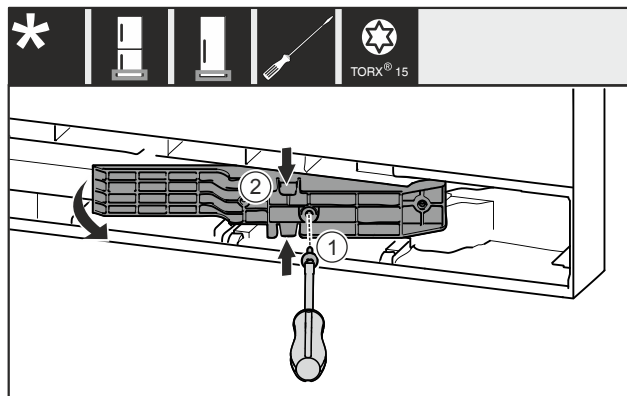

Fig. 18 *
- Izvadite vijak Fig. 18 (1)*
- Lagano pritisnite adapterski element Fig. 18 (2) na vrhu i na dnu i izvucite ga.*